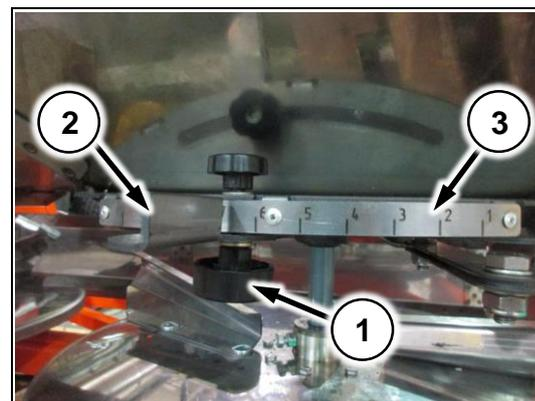

Рис. 144
Для изменения точки подачи удобрений на диск, ослабьте барашек (Рис. 144/1) и перемещайте заслонку (Рис. 144/2) в нужном направлении, контролируя положение по шкале (Рис. 144/3). После установки нужного положения, зафиксируйте барашек.
2. Последовательно и поочередно переставляйте настроечную заслонку (Рис. 144/2) в направлении от 9 к 1 шагами по одному делению
2. Последовательно и поочередно переставляйте настроечную заслонку (Рис. 144/2) в направлении от 1 к 9 шагами по одному делению